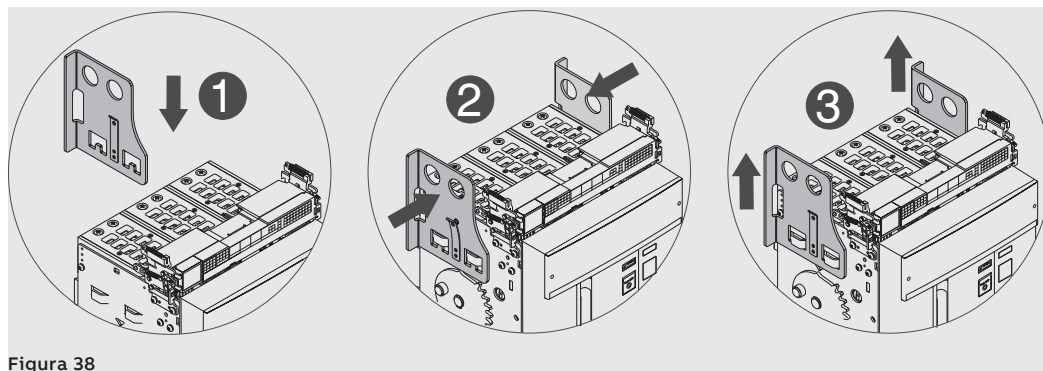

Figura 38
2. Poner las placas de elevación en la parte móvil cerciorándose que la lengüeta de las placas esté enganchada. Véase Figura 38.